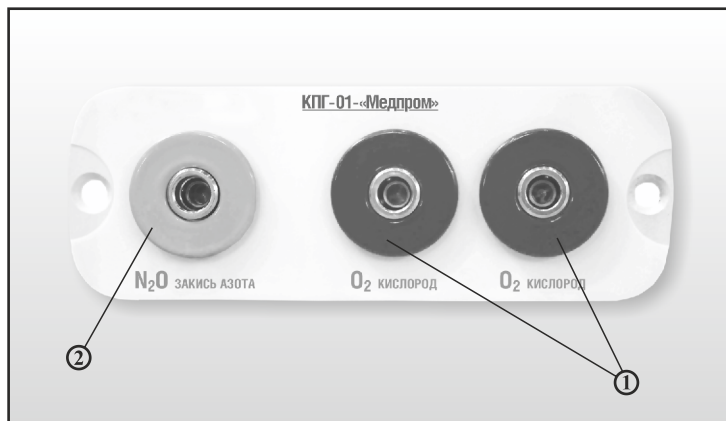

Рис. 1
4.3. На лицевой панели блока управления расположены (рис. 1):
- 2 клапана для кислорода (1);
- 1 клапан для закиси азота (2).